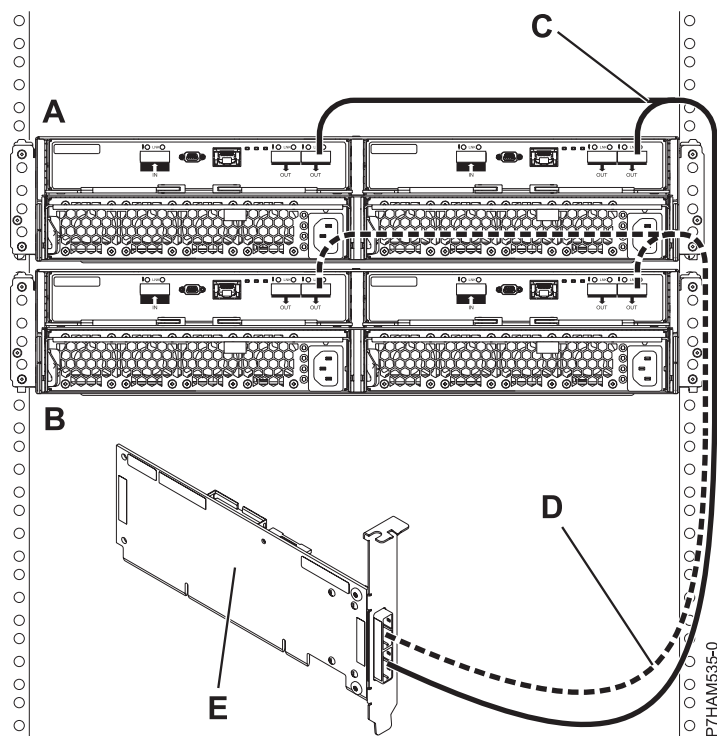

Figura 36. Connexió en mode 1 de dos allotjaments d'unitats de disc 5887 utilitzant cables YO en un únic adaptador SAS
10. Realitzeu la connexió en mode 1 de dos allotjaments d'unitats de disc 5887 (**A i B**) utilitzant els cables YO (**C i D**) en un sol adaptador SAS (**E**), tal com es mostra a Figura 36 a la pàgina 80.